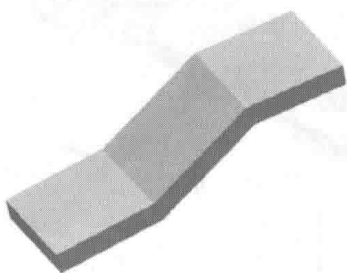
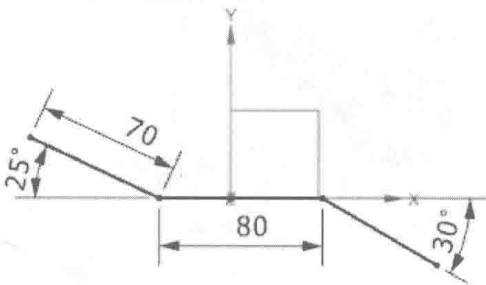

图 1.2 拉伸特征 1
图 1.3 截面草图
Step2. 创建图 1.2 所示的拉伸特征 1。选择下拉菜单 **插入(I)** → **设计特征(F)** → **拉伸(E)...** 命令(或单击 **拉伸** 按钮);单击“拉伸”对话框中的“绘制截面”按钮 ,系统弹出“创建草图”对话框,选取 XY 基准平面为草图平面,单击 **确定** 按钮,绘制图 1.3 所示的截面草图,然后退出草图环境;在 **限制** 区域的 **结束** 下拉列表中选择 **对称值** 选项,并在其下的 **距离** 文本框中输入值 32.5;在 **偏置** 下拉列表中选择 **对称** 选项,在 **结束** 文本框中输入值 7.5;单击 **<确定>** 按钮,完成拉伸特征 1 的创建。